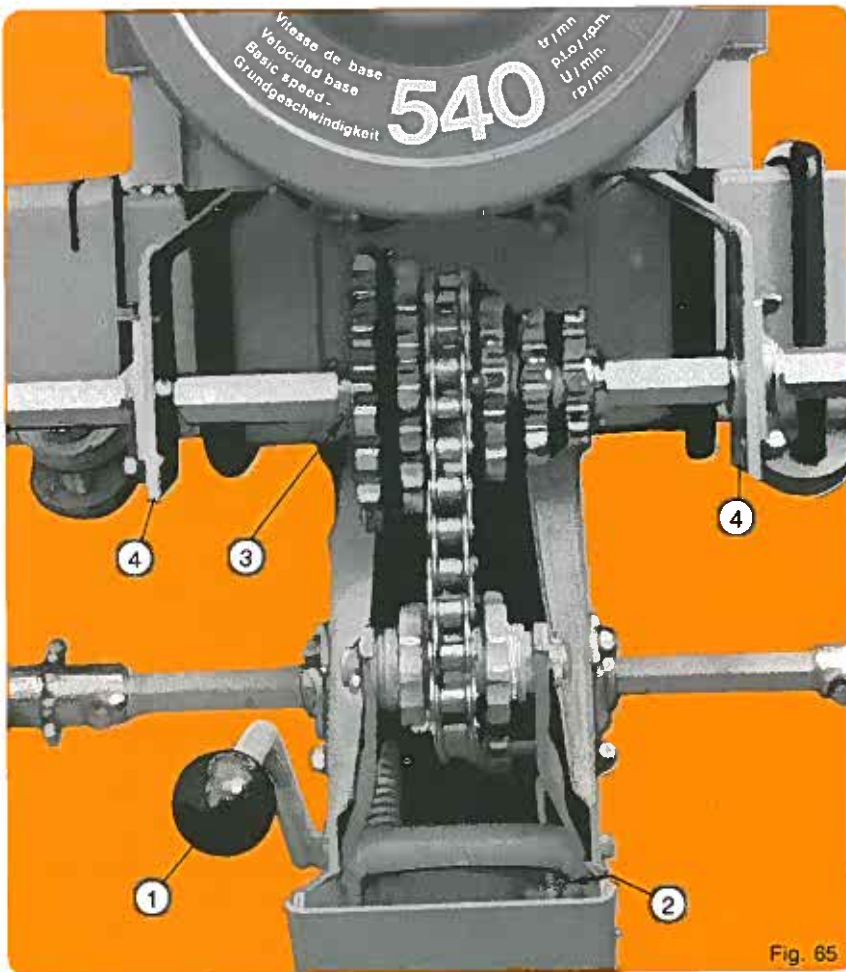

Fig. 65
- Montage normal (fig. 65) pour semoir à nombre de rangs pair et inter-rangs supérieur à 45 cm.
Normale Montage (Abb. 65) für Sämaschinen mit gerader Reihenanzahl und Reihenabstand über 45 cm.
- Normal assembly (fig. 65) for planters with an even number of rows and inter-row spacing over 45 cm (18").
Montaje normal (fig. 65) para sembradora con número par de filas y distancia entre hileras superior a 45 cm.